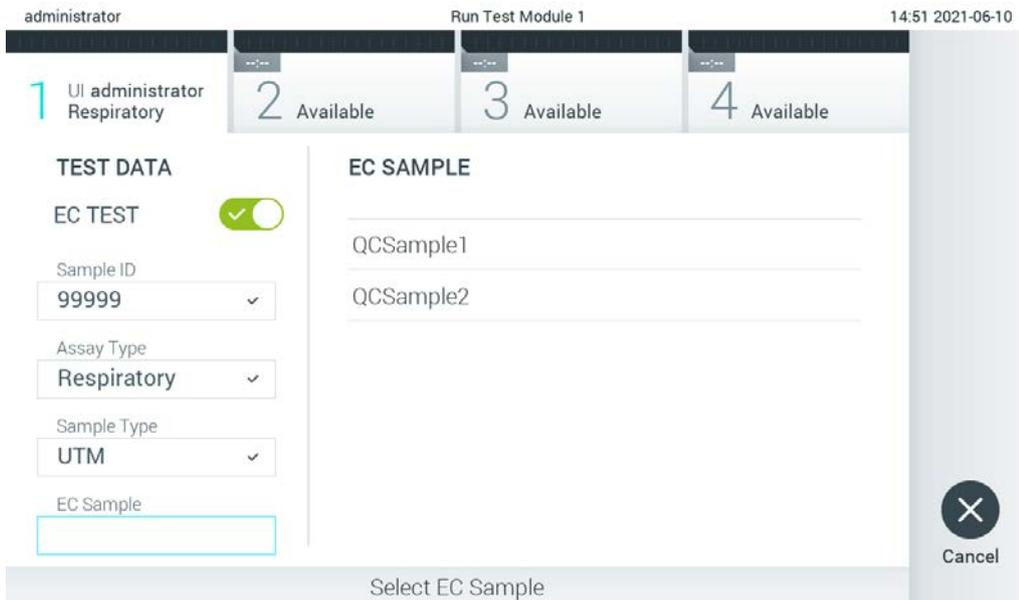

Figura 91. Selezione di un campione EC.
6. Selezionare il campione EC adeguato dall'elenco. Sono visualizzati soltanto i campioni EC per il tipo di esame selezionato (Figura 91, pagina successiva).